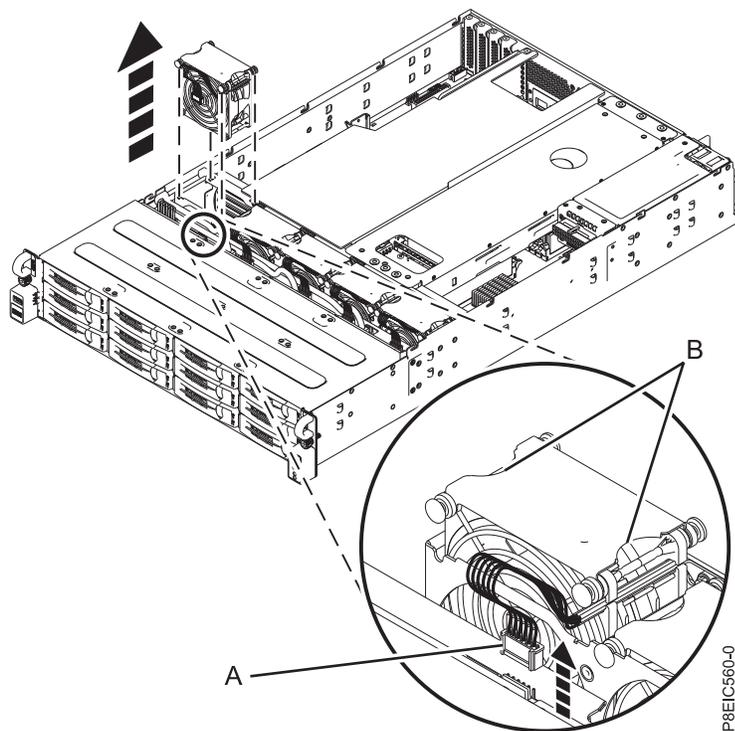

Figure 37. Déconnexion du câble de ventilateur et retrait du ventilateur
2. Pour déconnecter le câble de ventilateur, saisissez le connecteur (A) et tirez doucement dessus à partir du fond de panier d'unité de disque, comme illustré dans la figure 37. Ne tirez pas sur les fils.
3. Saisissez le ventilateur (B) et soulevez-le hors du système, comme illustré dans la figure 37.